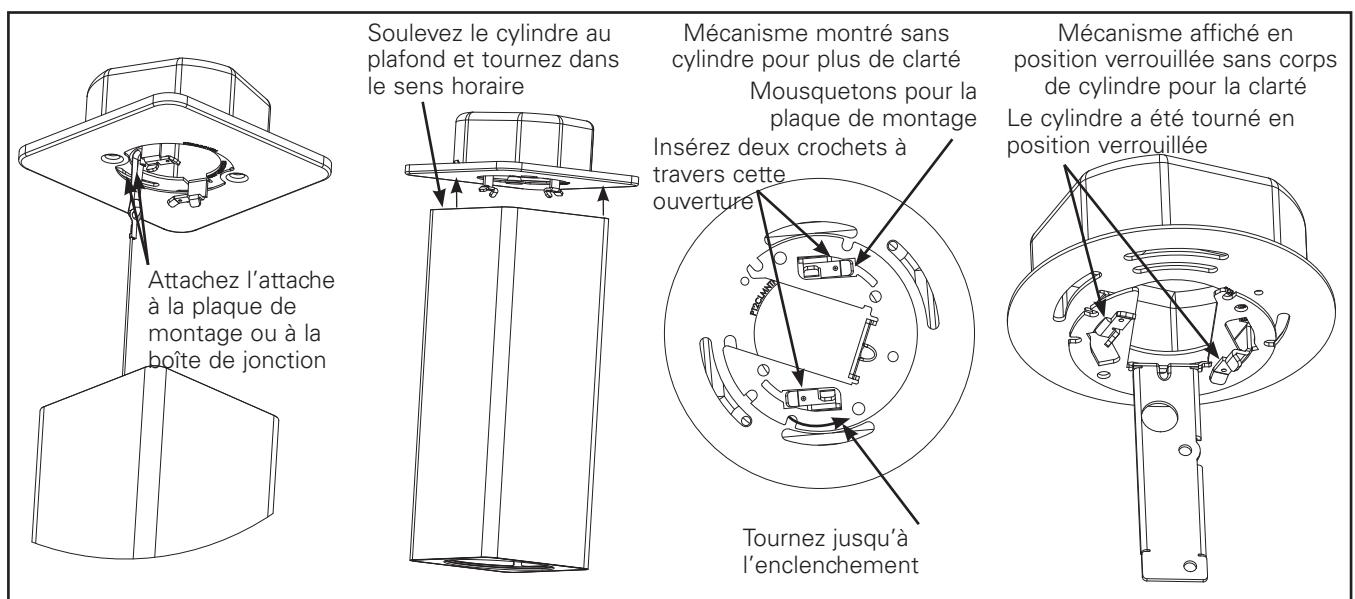

Figure 3.
5. Positionnez le cylindre sous les crochets / cliquets de la plaque de montage. Soulever en place et tordre jusqu'à verrouillage (voir figure 3).